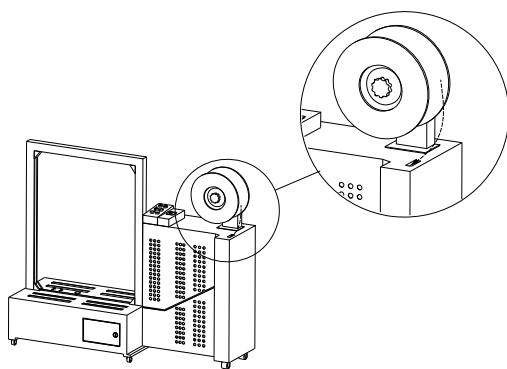

图 4-6
- ①.在带盘上装上捆扎带：按图 4-6 所示装捆扎带，带头进入插带口后，需将预送带机构中的旋钮顺时针转下，使两个输带轮离开一个距离，带头才能穿过两个输带轮进入带仓。用手拉住带头，之后旋转控制面板中急停按钮开关，捆扎带就自动充满带仓。